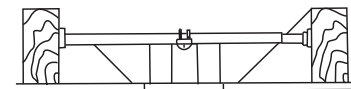

Fig. 4
**NOTA:** En función de la ubicación de instalación que hayas elegido, tal vez necesites comprar e instalar un «soporte de viga» para sostener la caja eléctrica. Asegúrate de que el soporte de viga que compres esté diseñado para usar con ventiladores de techo. (Fig. 4)